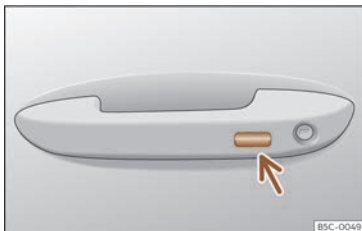

Fig. 94 Asa da porta:superficie sensora.
algúns segundos sobre a superficie sensora de bloqueio»» **fig. 94** (frecha) da asa da porta para que se pechen as xanelas e o teito. Se deixa de tocar a superficie sensora, interrómpese a función de peche.
- Durante uns segundos, manteña un dedo na superficie sensora de bloqueo»» fig. 94 (frecha) da asa da porta para pechar o teito. Se deixa de tocar a superficie sensora, interrómpese a función de peche.